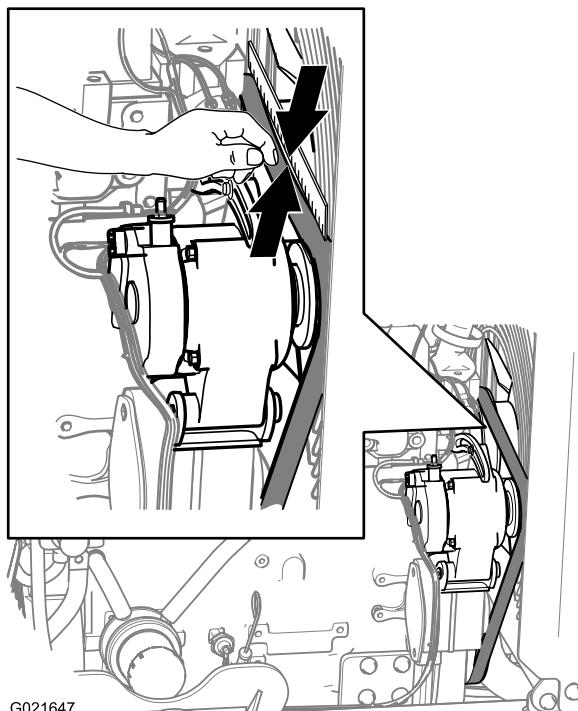

Figura 147
3. Inspeccione la correa en busca de cortes, grietas, hilos sueltos, grasa o aceite, y compruebe que no está torcida ni muestra señales de desgaste anormal (Figura 147).
3. Coloque una regla sobre la correa de transmisión y sobre las poleas, según se muestra en la Figura 147.
4. Presione hacia abajo sobre la correa en el punto intermedio entre la polea del ventilador y la polea del alternador, según se muestra en la Figura 147.